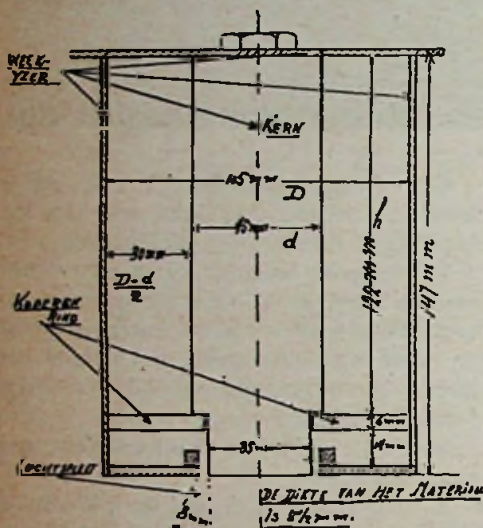
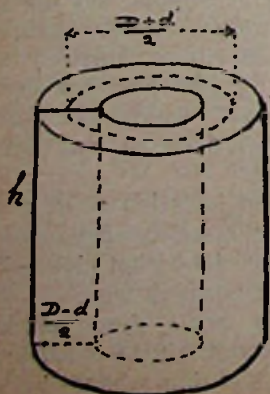

Fig. 1
Fig. 2
A. Maximale bekrachtiging. — Wanneer men behalve fig. 1 ook fig. 2 even beschouwt, zal men inzien, dat in de pot zou passen één massieve koperwinding